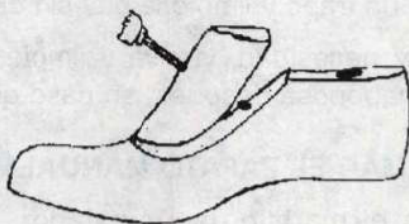

Fig. 11
- Si la horma es de pieza, retírela (Fig. 11).